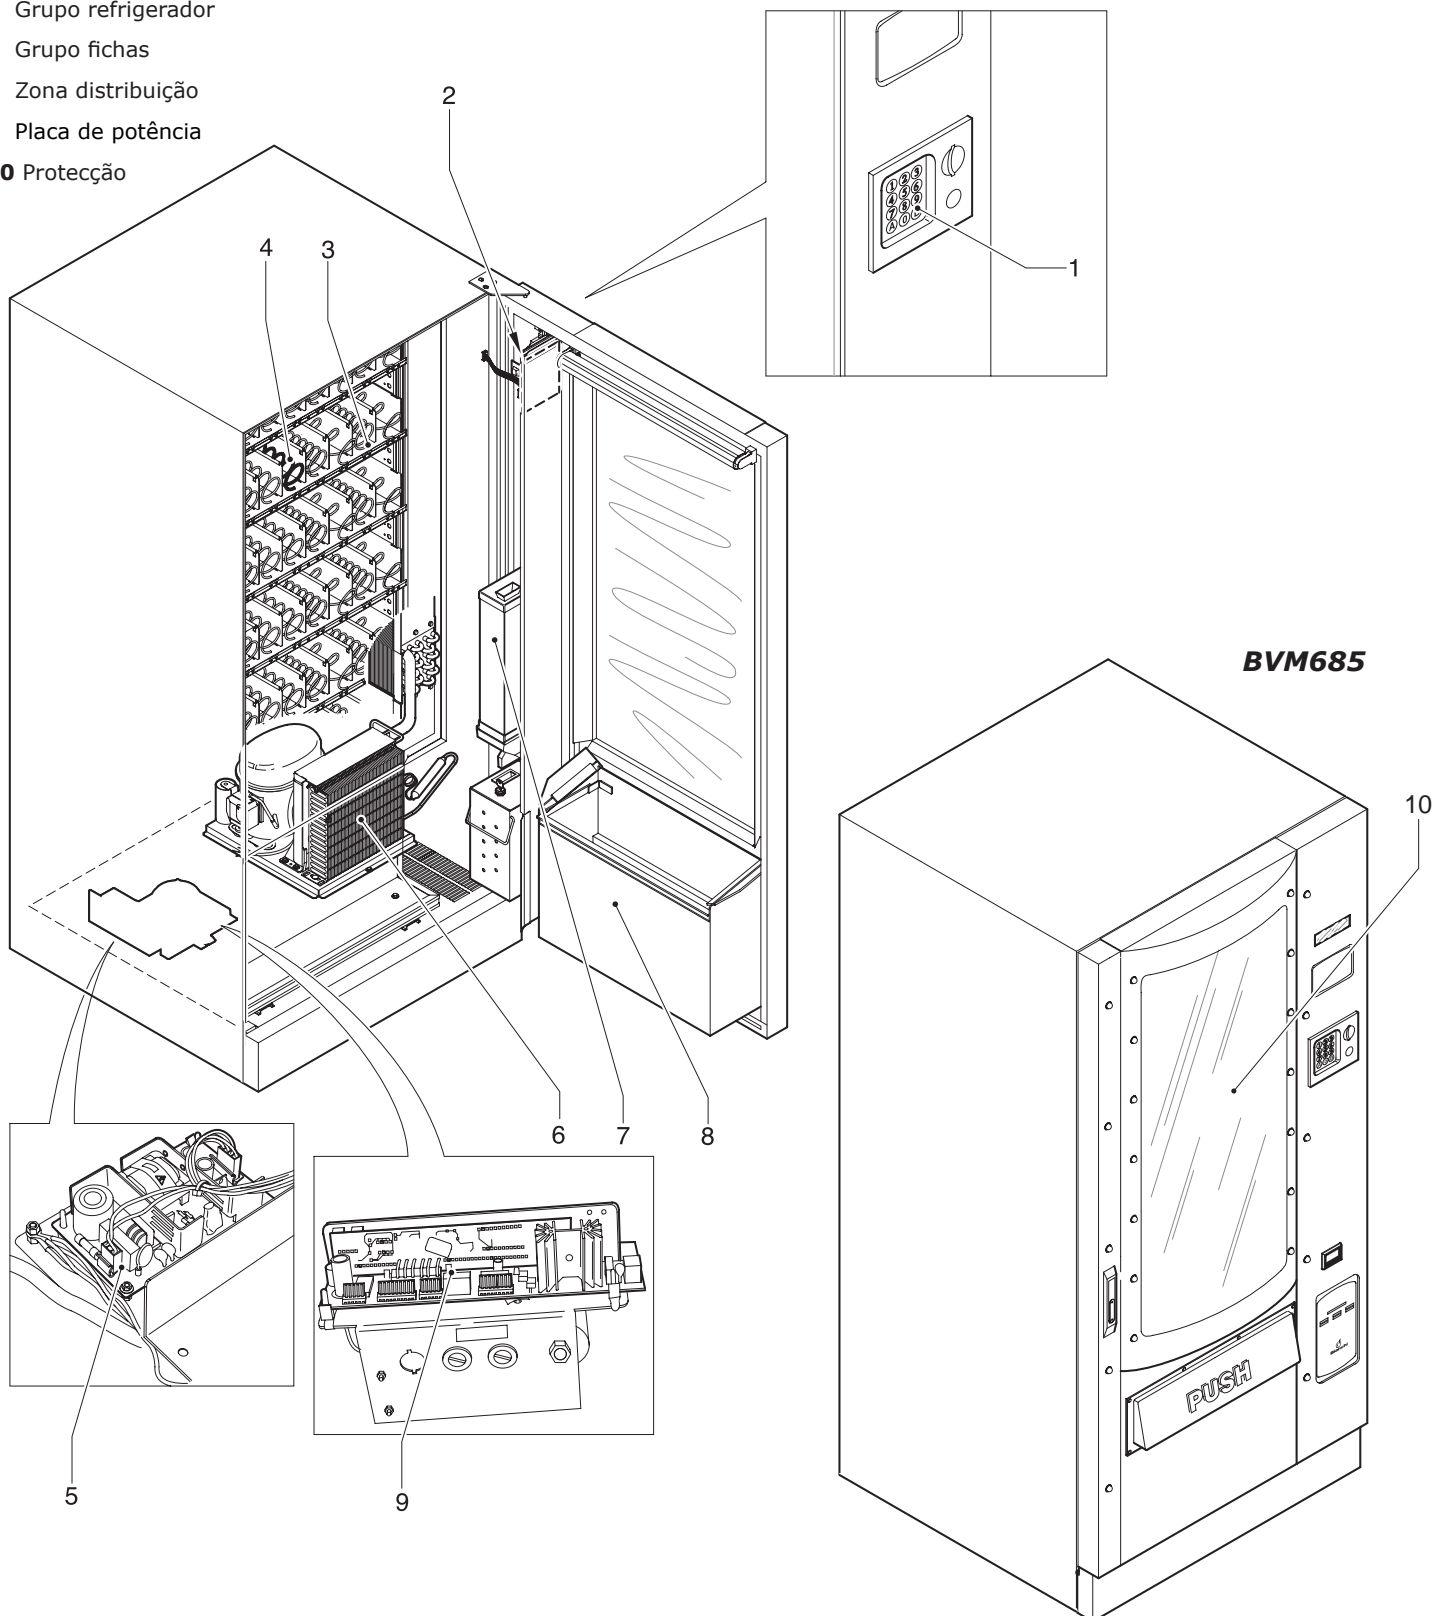

FIG.3.1
3.1 Descrição da máquina (Fig.3.1)